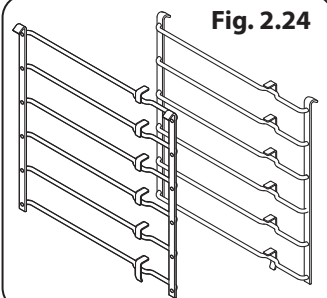

Fig. 2.18
1. Con el brazo guía en la posición de cerrado, coloque la apertura de la ranura superior trasera sobre el soporte lateral (**Fig. 2.18**). De momento no coloque más que la apertura.
2. Eleve la parte frontal de la guía para colocar la ranura frontal contra el soporte lateral (**Fig. 2.18**).
3. Empuje el brazo guía hacia el fondo del horno. El seguro de la parte frontal se elevará y bajará para fijar el brazo guía en su sitio (**Fig. 2.18**).